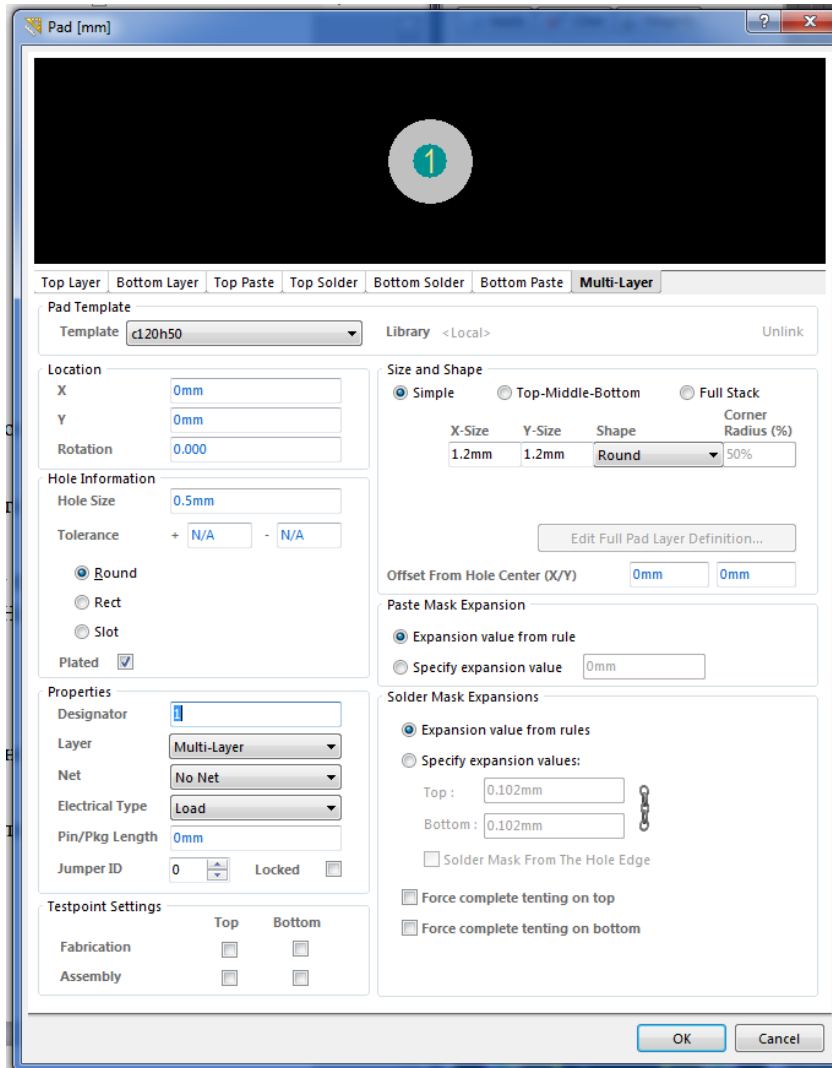

Рис. 3.18
5) Введіть параметри, зображені на рис. 3.18, щоб створити контактну площадку.